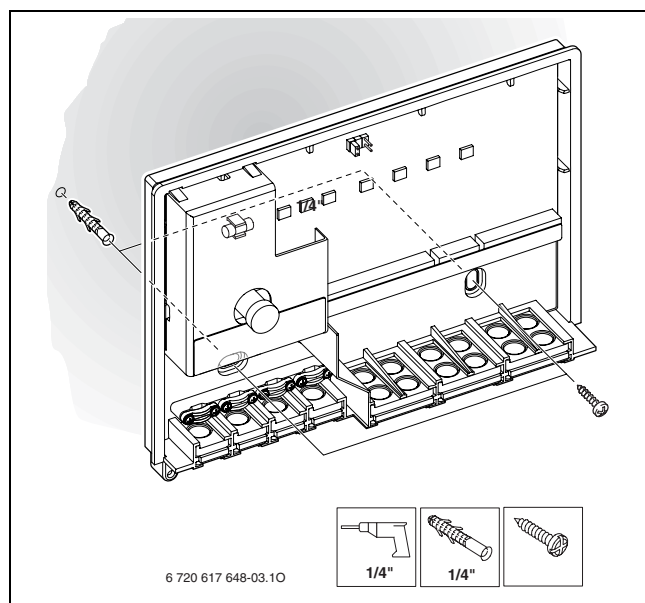

Fig. 20 Insérer les chevilles
- ▶ Percer des trous d'un Ø 1/4" de 6 mm et insérer les chevilles (→ Fig. 20).